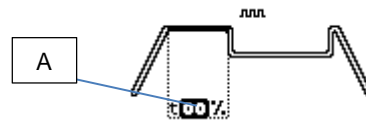

Fig.6
**OPTIONS SOUDURE PULSEE.** Configurer le courant de soudure principale (fig. 3 réf. N), le courant de base (fig. 3 réf. G), la fréquence de la pulsation (fig. 3 réf. H), sélectionner enfin, par le codeur **S1**, le sous-menu d'option (fig. 3 réf. D) et régler la durée du courant principal exprimée en pourcentage de la période (fig. 6 réf. A) entre 5% et 80%.